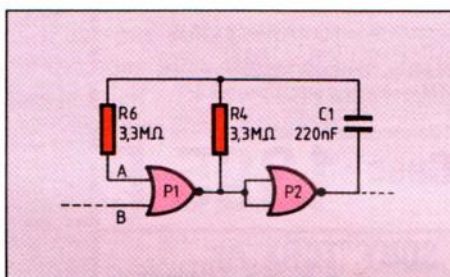

Fig. 3. – Si on l'alimente à plus de 6 V ou 8 V, le multivibrateur risque de ne fonctionner qu'avec une résistance dans l'entrée A.
**Résistance en série avec une entrée de porte.** Le multivibrateur précédemment utilisé apparaît dans beaucoup de schémas sous la forme de la figure 3, c'est-à-dire avec une résistance de valeur élevée dans l'entrée recevant le signal de